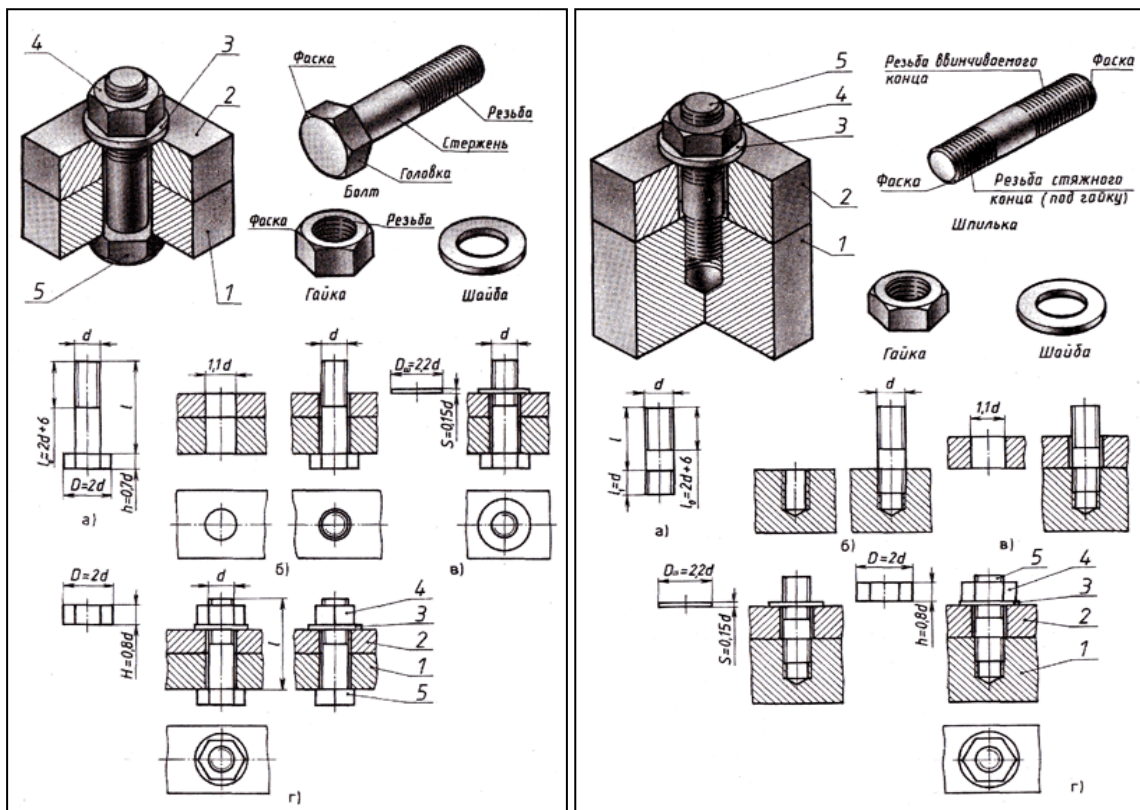

Рис.38,б Соединение болтом и шпилькой
3. Соединение деталей шпилькой применяют тогда, когда в одной из соединяемых деталей в связи с её реконструктивными особенностями нельзя или нецелесообразно сверлить сквозные отверстия. В соединение шпилькой входят: шпилька, шайба и гайка (рис.38,б).
Остальные размеры шпильчатого соединения рассчитывают по приведенным условным соотношениям (рис.38,а)